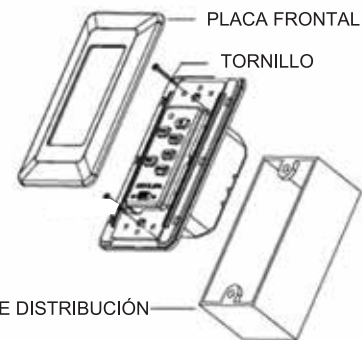

Fig. 14
Paso 1. Retire la placa de pared y el interruptor existentes de la caja de distribución eléctrica. (Fig.14)